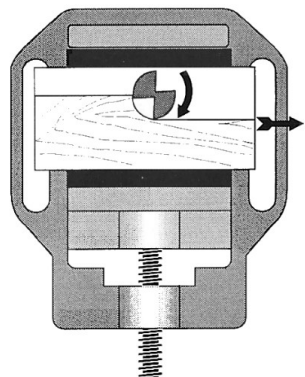

Fig. 19
3. Vorschub beim Falz- und Nutfräsen (Fig. 19).
3. Feed when milling recesses or grooves (Fig. 19).
3. Avance pour le fraisage à feuilletés ou de rainures (fig. 19).
3. Avanzamento nella scanalatura con fresa (fig. 19).